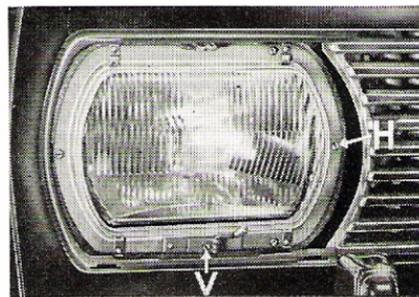

Bild 66
1. Frontring des Scheinwerfers nach Lösen der Befestigungsschraube abnehmen, die Einstellschrauben H für Horizontaleinstellung, V für Vertikaleinstellung sind sichtbar (Bild 66).